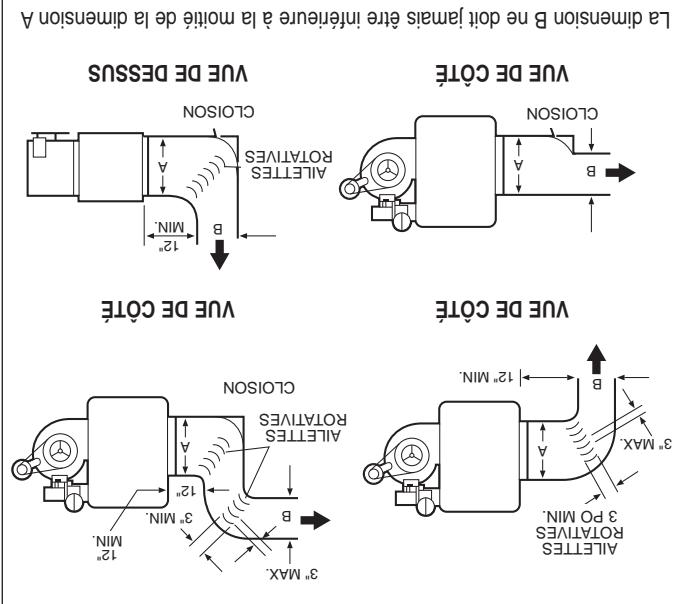

Figure 13.1 - Recommandations pour l'installation de gaines
1. Assurez une distribution d'air uniforme sur l'échangeur thermique. Utilisez les ailettes rotatives en cas de besoin. (Voir la figure 13.1.)